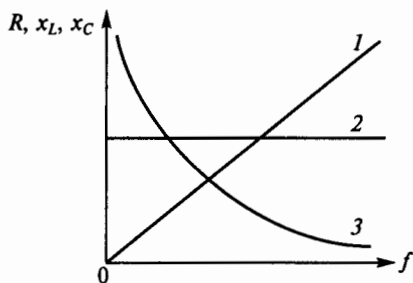

Рис. 89
**3.40.** Какая из кривых 1...3 на рис. 89, определяющих зависимость значений сопротивлений  $R$ ,  $x_L$  и  $x_C$  от частоты  $f$ , принадлежит индуктивному сопротивлению  $x_L$ ?
**3.41.** Какая из кривых 1...3 на рис. 89, определяющих зависимость значений сопротивлений  $R$ ,  $x_L$  и  $x_C$  от частоты  $f$ , принадлежит емкостному сопротивлению  $x_C$ ?